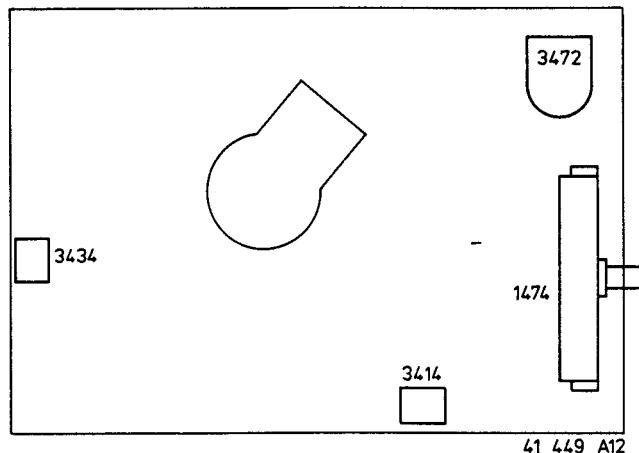

Bild 10
B. Einstellungen an der Bildröhrenprintplatte (Bild 10)